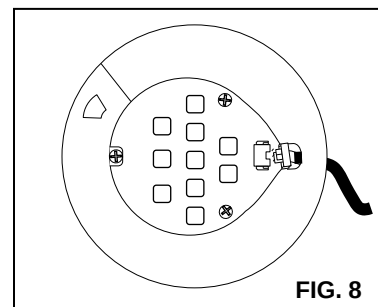

FIG. 8
5. Separe el CABLE CONECTOR del CONTROLADOR LED del BLOQUE DE TERMINALES. **(FIG. 8)**